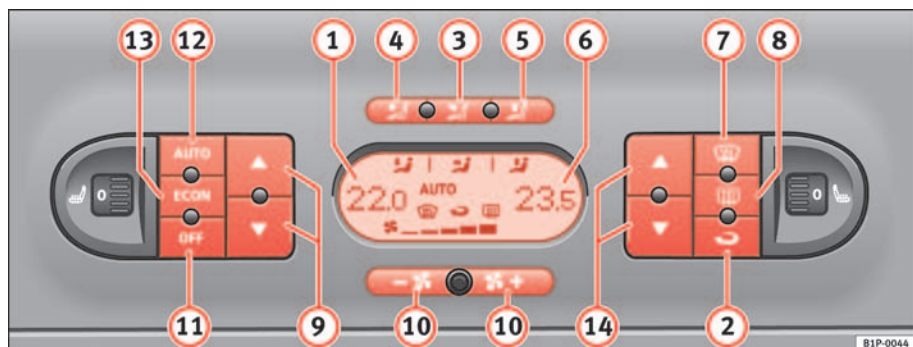

Abb. 109 In der Instrumententafel: Bedienelemente 2C-Climatronic
- Drücken Sie eine der Tasten ⇒ Seite 150, Abb. 109 3) bis 5), die Taste **ECON** oder drücken Sie die Gebläsetasten 10). Am Display erlischt das Symbol **AUTO**.
- Drücken Sie die Taste  ⇒ Seite 150, Abb. 109 , um den Umluftbetrieb ein- oder auszuschalten. Bei eingeschaltetem Umluftbetrieb erscheint am Display das Symbol .